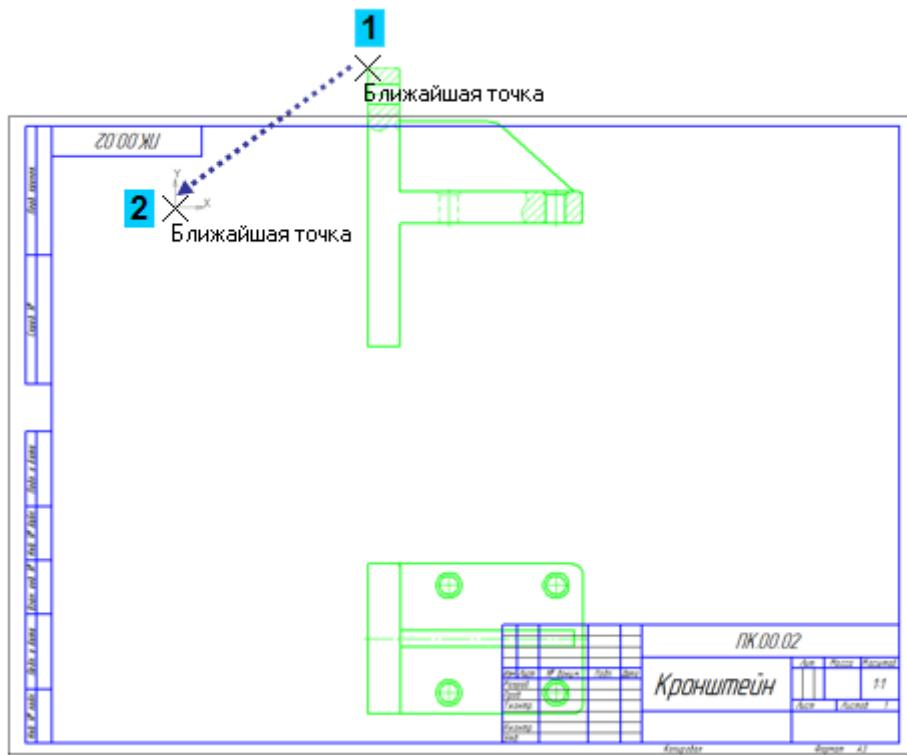

Рисунок 8.
- Укажите новое положение базовой точки сдвига в точке начала координат вида (точка 2) (рис. 8).